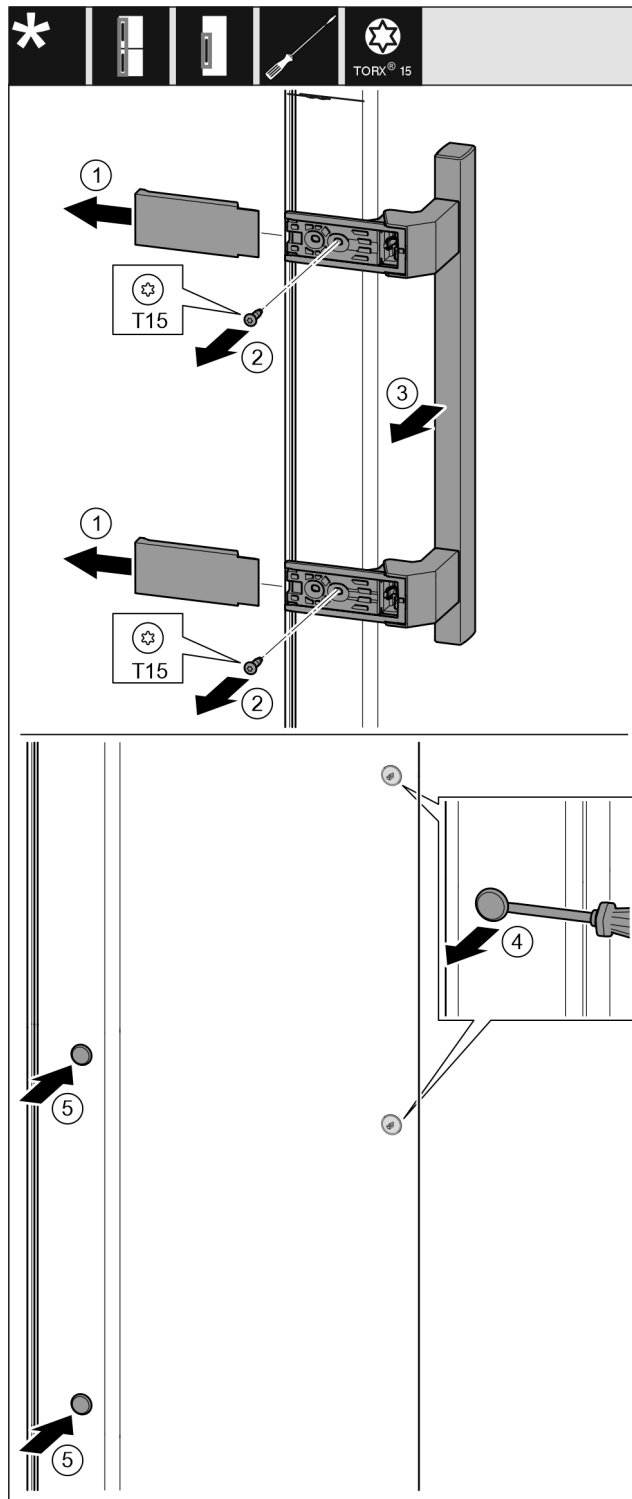

Fig. 19
- ▶ Hiqni kapakun mbulues. Fig. 19 (1)
- ▶ Lironi vidat me një kaçavidë Torx 15. Fig. 19 (2)
- ▶ Hiqni dorezën. Fig. 19 (3)
- ▶ Ngrini lart me kujdes tapat anësore me një kaçavidë me kokë petë dhe nxirrini jashtë. Fig. 19 (4)
- ▶ Vendosni sërish tapat në anën tjetër. Fig. 19 (5)